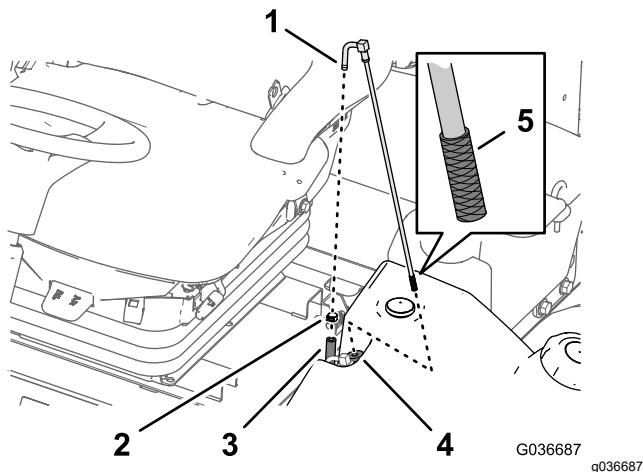

Рисунок 58
1. Снимите шланговый хомут, который крепит шланг подачи топлива к штуцеру топливозаборной трубки (Рисунок 58).
2. Отсоедините шланг от штуцера (Рисунок 58).
3. Извлеките топливозаборную трубку из топливного бака (Рисунок 58).
4. Очистите от загрязнений сетчатый фильтр на конце топливозаборной трубки (Рисунок 58).
5. Вставьте топливозаборную трубку в резиновую втулку и в бак (Рисунок 58).